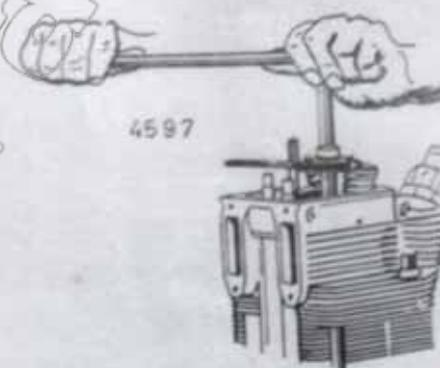

Bild 32 Nachspannen der Zylinderkopfschraube
- c) Schrauben über Kreuz mit beiden Händen nachspannen, dabei Steckschlüssel einseitig lang fassen (Bild 32).